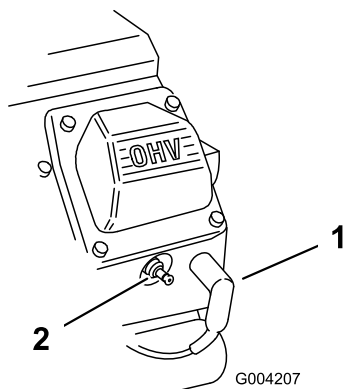

Figura 25
2. Desconecte los cables de las bujías (Figura 25).
3. Conecte los cables a las bujías (Figura 25).